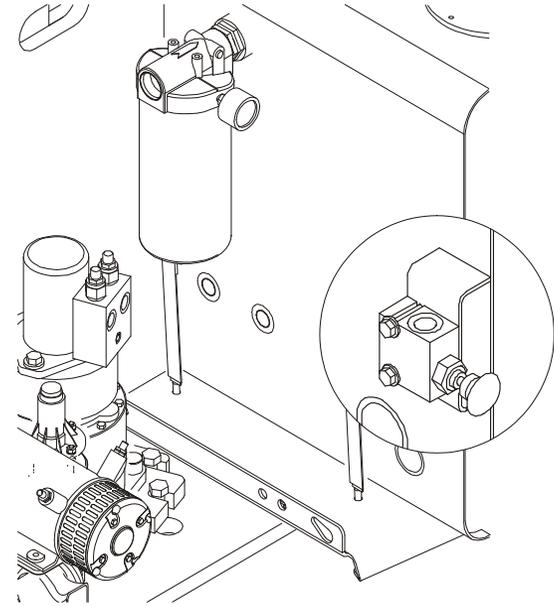

Figure 4-7. Vanne de remise à niveau
3. Tirer sur le bouton rouge de remise à niveau situé à côté de la vanne de commande principale et le maintenir. Voir la Figure 4-7.